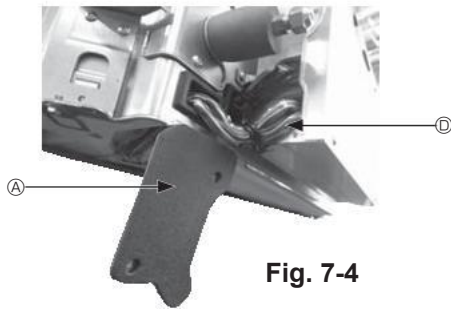

Fig. 7-4
① Αφαιρέστε τις δύο βίδες που στερεώνουν το κάλυμμα συρμάτων της κύριας μονάδας και, στη συνέχεια, ανοίξτε το κάλυμμα.
② Περάστε τα σύρματα του αισθητήρα i-See και του δέκτη σήματος μέσα από τις εισόδους συρμάτων στο κιβώτιο ηλεκτρικών εξαρτημάτων, όπως φαίνεται στο διάγραμμα, και γύρω από τους δακτυλίους στην πλευρική όψη της κύριας μονάδας. (Fig. 7-4)